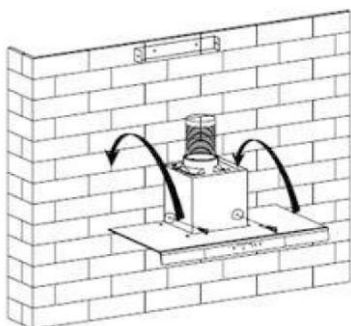

Bild 5
5. Placera fläktkåpan på kroken. Se bild 5.